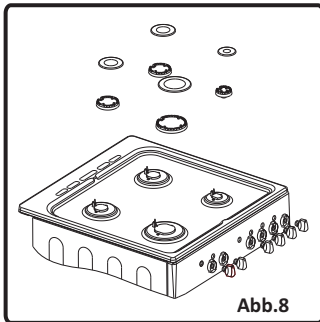

Abb.8
- Entfernen Sie die Brennerkappe und den oberen Brenner (Abb. 8).